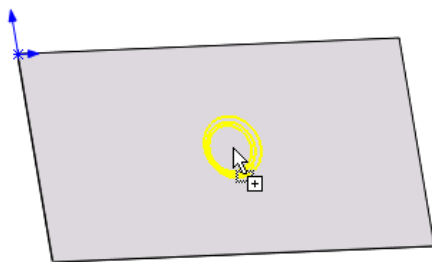

图 8-2 将成形工具拖入放置表面
(2) 在设计库中选择 embosses (凸起) 工具中的“circular emboss”成形按钮，按下鼠标左键，将其拖入钣金零件需要放置成形特征的表面，如图 8-2 所示。